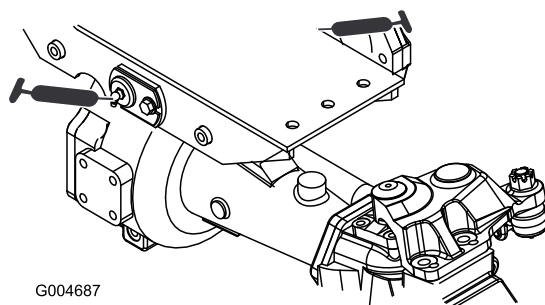

Figura 36
- Dois casquilhos da articulação do eixo traseiro e frontal (Figura 36)